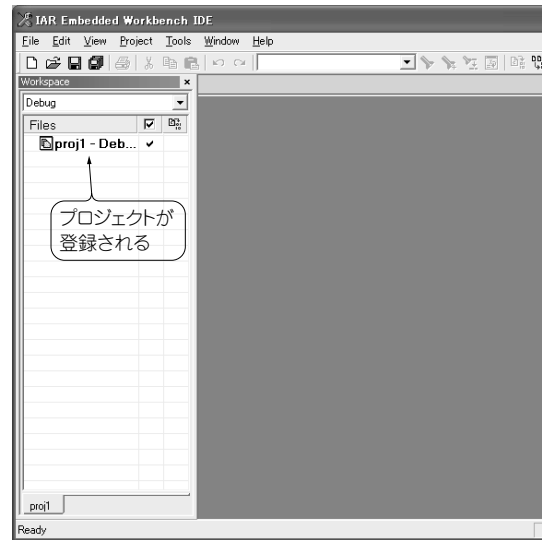

図 3-6 左画面に空のプロジェクトが1個登録される
(3) 図3-6の左側に空のプロジェクトがproj1として登録されます。
(4) 次に、新しいWorkspaceを作成します。